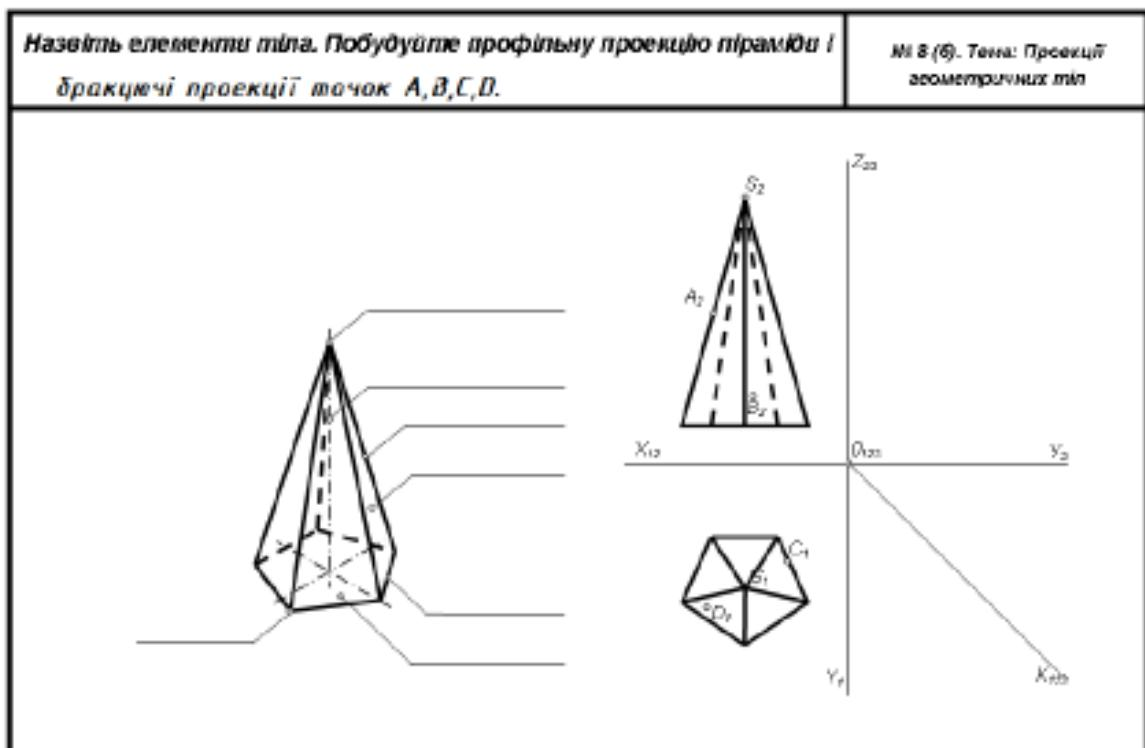

Рис. 12 – завдання № 5 б.
- . 5. У завданні № 5 б (рис. 12) - треба добудувати проекції піраміди, в основі якої лежить п'ятикутник. Горизонтальна проекція піраміди є п'ятикутник, який проекціями бічних ребер поділений на трикутники. Трикутники з проекціями бічних граней піраміди